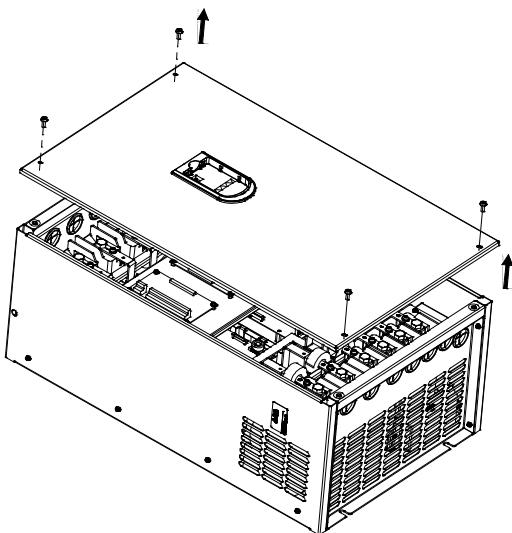

图3-7 盖板的拆卸和安装示意图
- 2) 卸下盖板上所有螺钉, 如图 3-7 所示;
- 3) 平行取出盖板, 如图 3-7 所示。